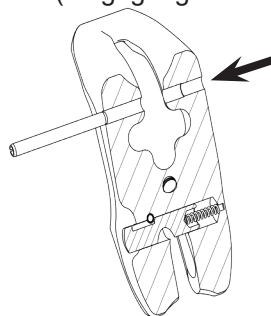

Abb. 24:
1. Schlagen Sie zur einfachen Demontage den Sicherungsstift mit dem Hammer immer analog Abb. 24 aus (entgegengesetzt zum Bolzen).